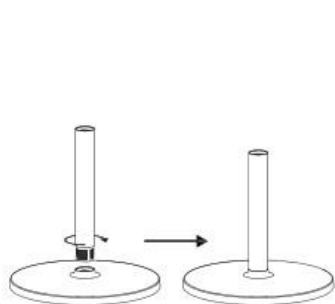

рис. 2
2. Установите соединенные вместе трубки на подставку и закрепите их на подставке, повернув до упора. Убедитесь, что трубки надежно закреплены на подставке (рис. 2).